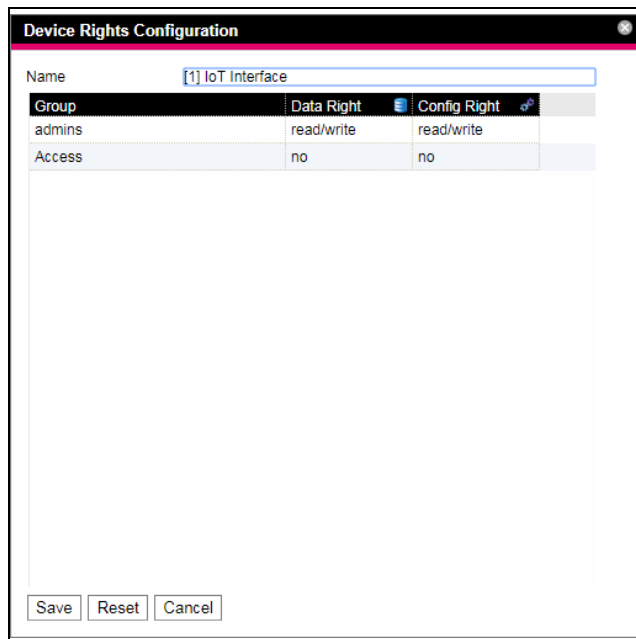

Fig. 32 : dialogue « Device Rights Configuration »
Le dialogue « Device Rights Configuration » est affiché (fig. 32).
Les différents symboles sont affichés aussi bien lorsque l'on sélectionne un capteur dans le domaine de navigation de l'onglet **Configuration** et que l'on ouvre celui-ci jusqu'au dernier niveau que dans le dialogue « Device Rights Configuration » (fig. 32, pos. 1). Les symboles précisent l'attribution aux deux types de données « Data » et « Config ».